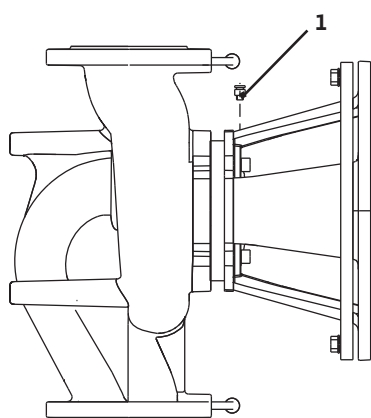

Рис. 35: Воздуховыпускной клапан
- Удалить воздух из насоса путем ослабления вентиляционных клапанов (рис. 35, поз. 1). Сухой ход разрушает скользящее торцевое уплотнение насоса. Нельзя удалять воздуха из датчика перепада давления (опасность разрушения).